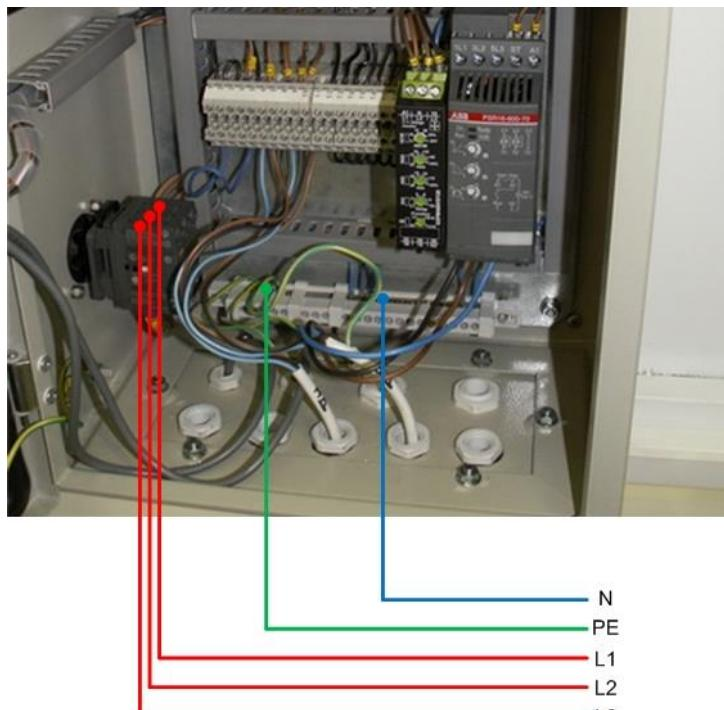

Рис.7 Подключение электропитания.
- Подключить электропитание (рис.7) к блоку управления. Минимальное сечение питающего кабеля - $5 \times 1,5 \text{мм}^2$. Фазные провода подключаются к клеммам 1L1, 3L2, 5L3 пакетного выключателя QS1 (внутри блока управления), провода нейтрали и заземления - соответственно к шинам N и PE;